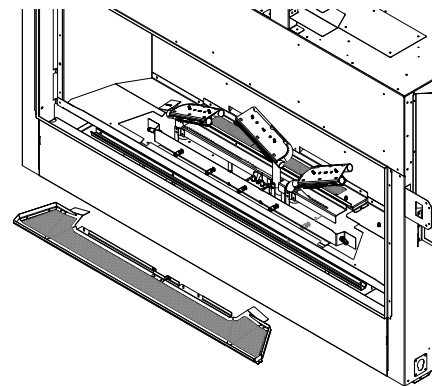

Figure 8.9 - Étape 2
2. Retirez le plateau à braises à l'avant (2 vis). Figure 8.9.